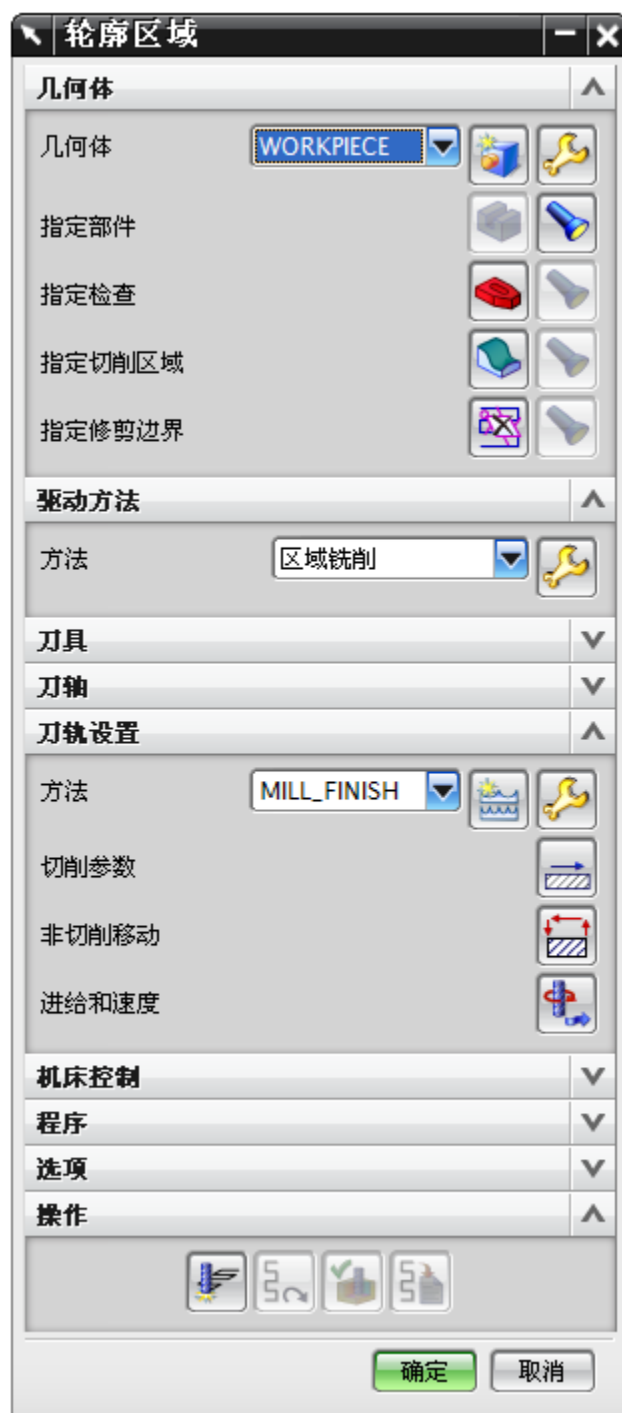

图 6-8
- 在图 6-7 中, 单击 OK, 打开创建操作对话框, 如图 6-8 所示。